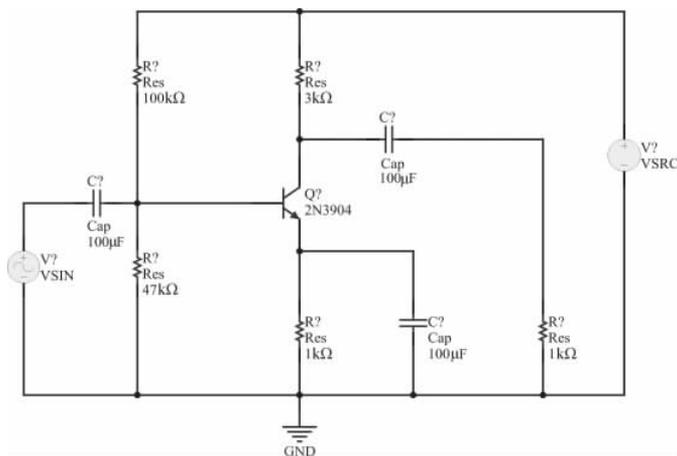

图 3-80 连接电路元器件和信号源
(4) 单击 AD 主界面下工具栏内的连线按钮, 将这些元器件和信号源按照图 3-80 所示的方式进行连接。